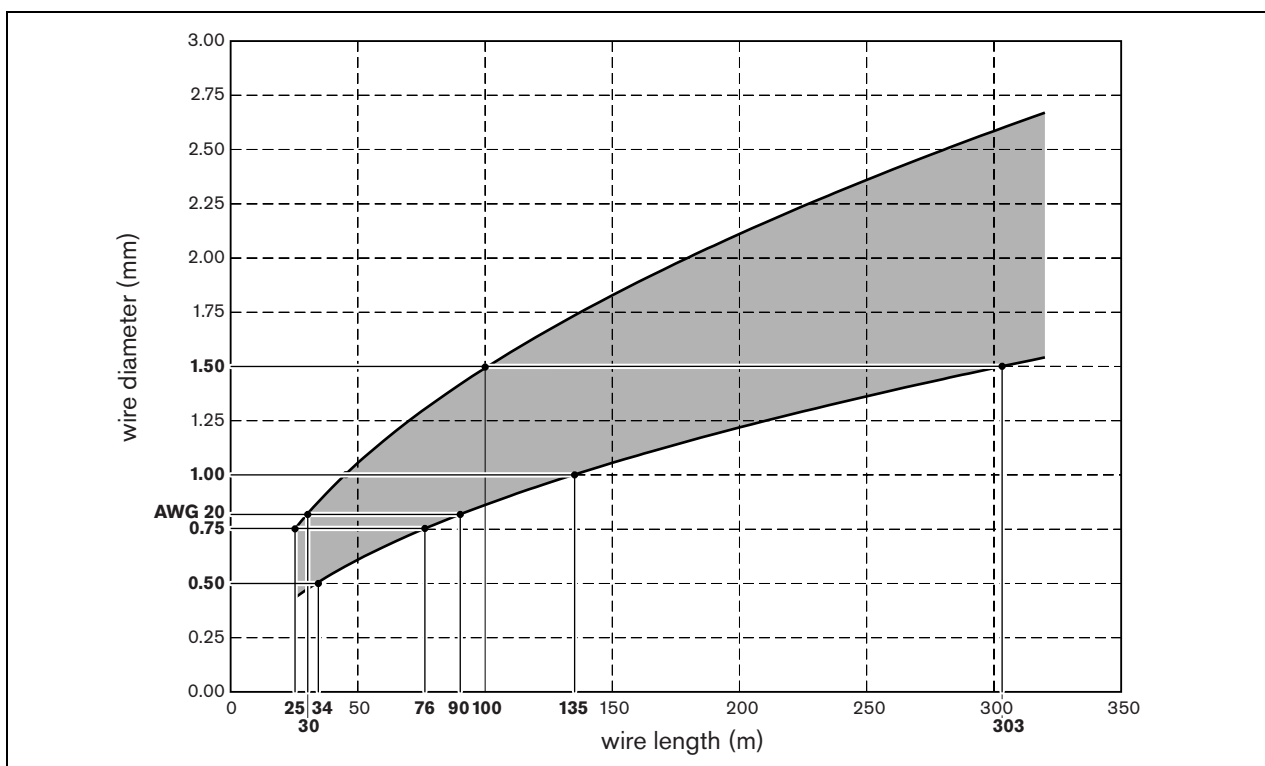

figura 2.9: Diámetro de cable frente a longitud de cable (cables de cobre)
- 2 Use la figura 2.9 para obtener el diámetro de cable permitido.
Por ejemplo, en una sala rectangular con un ancho ( $W$ ) de 10 m y una longitud ( $L$ ) de 30 m, la longitud de cable es 80 m. Según la figura 2.9, el diámetro de cable debe estar entre 0,77 y 1,34 mm. Así, puede utilizar cable AWG 20 o un cable con un diámetro estándar de 1,00 mm.